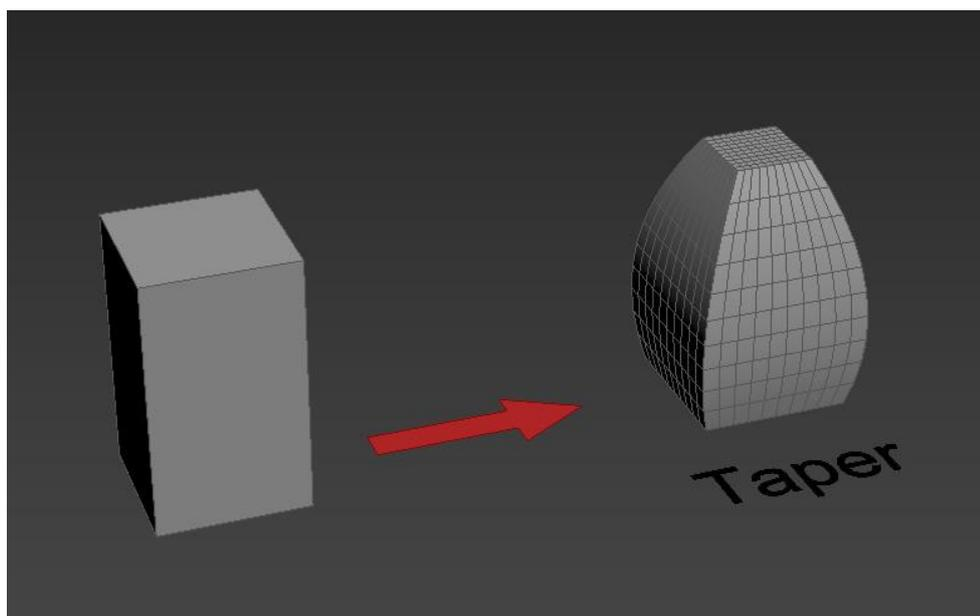

Рис. 34
**Модификатор «Taper» (Заострение)** – вызывает клиновидную деформацию объекта, заостряя его от одного конца к другому (рис. 34).